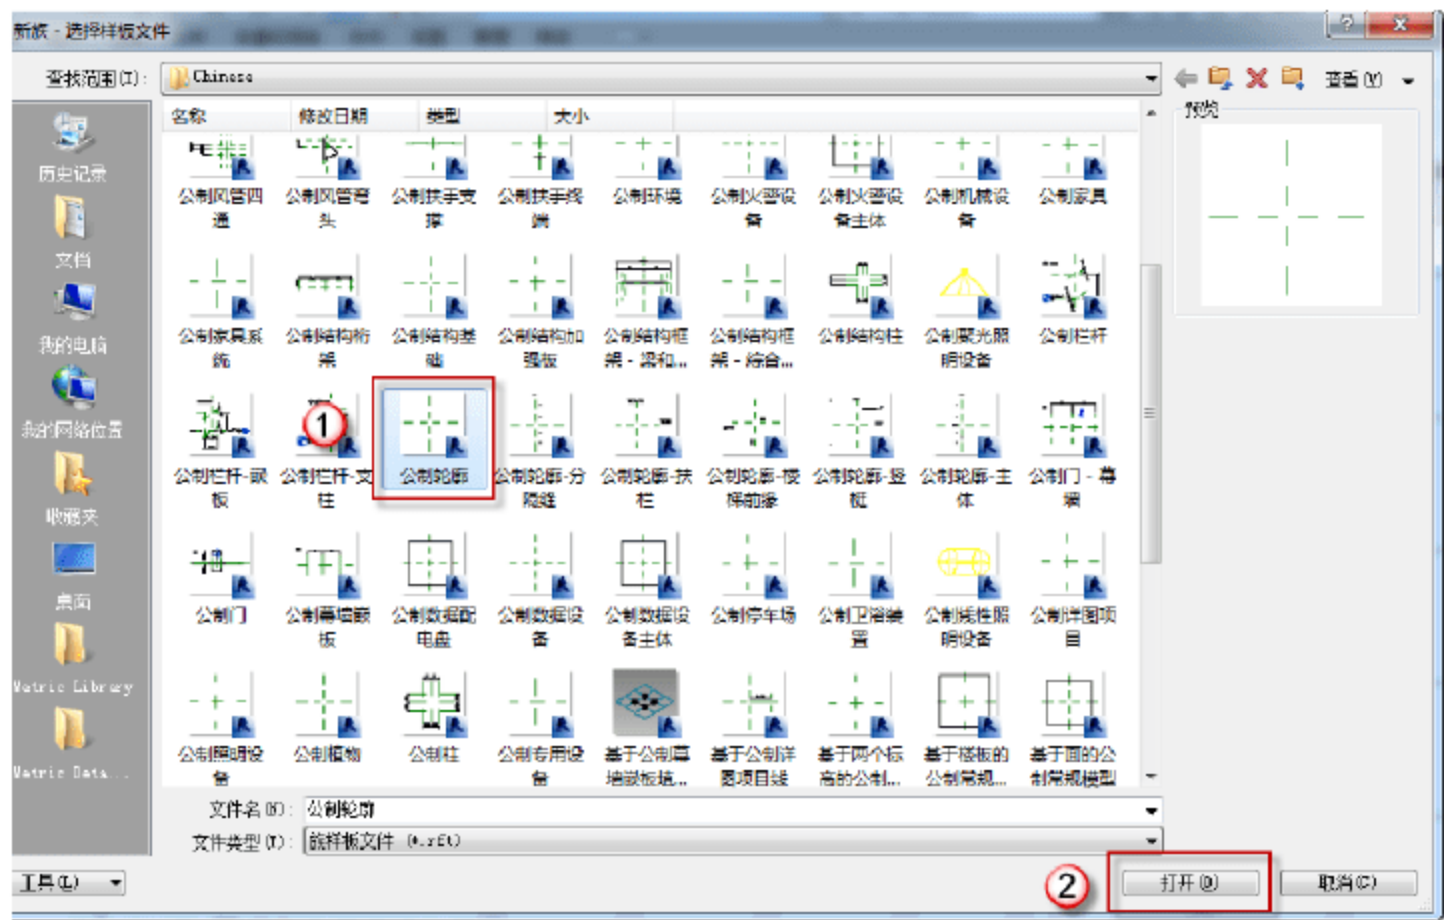

图 9.2.41 打开“公制轮廓”族
(1) 打开“公制轮廓”族样板文件。单击“程序菜单”按钮，在下拉菜单中选择“新建”→“族”命令，在弹出的“新族-选择样板文件”对话框中，选择“公制轮廓”族。单击“打开”按钮，如图 9.2.41 所示。